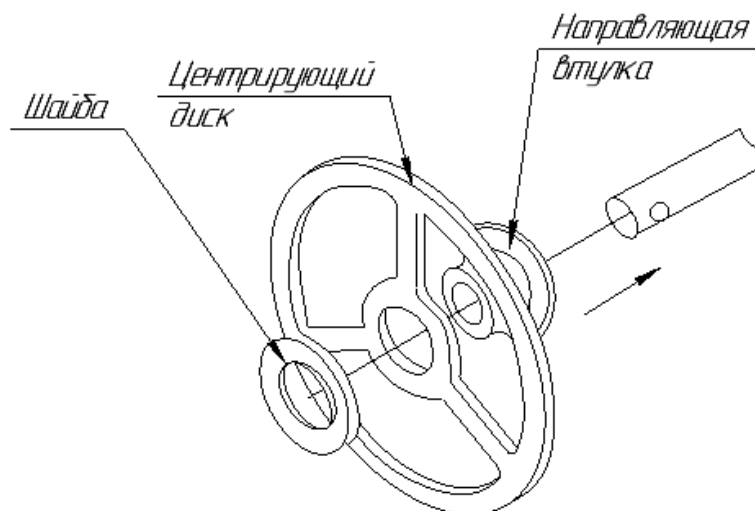

Рисунок 47 - Крепление диска
- 3 Закрепить диск, установив шплинт на втулку и зонд (рисунок 47);